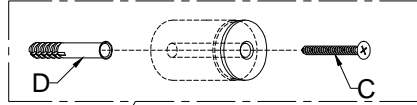

Fig. 2
- Posizionare la struttura (B) al muro fissandola con la apposite viti (C) e tasselli (D) (Fig.2).
- Place the frame (B) on the wall/ceiling fixing it with screws (C) and dowels (D) (Fig.2).